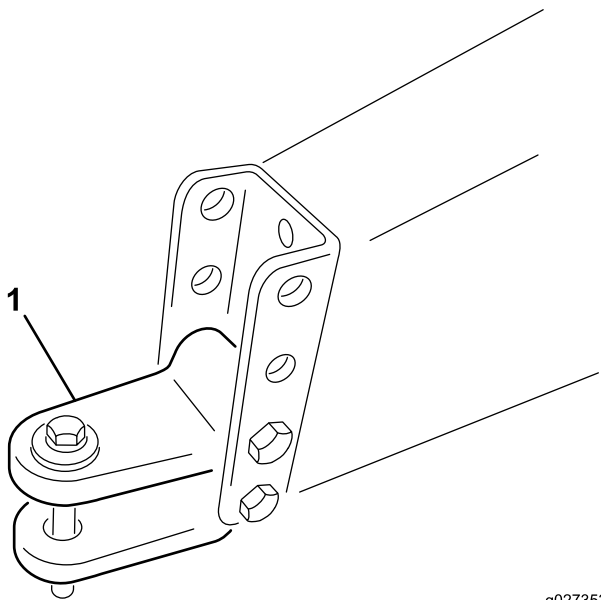

Bild 3
- A. Entfernen Sie die Schrauben und Sicherungsmuttern, mit denen der Gabelkopf der Anbauvorrichtung (Bild 3) am Maschinenrahmen befestigt ist.